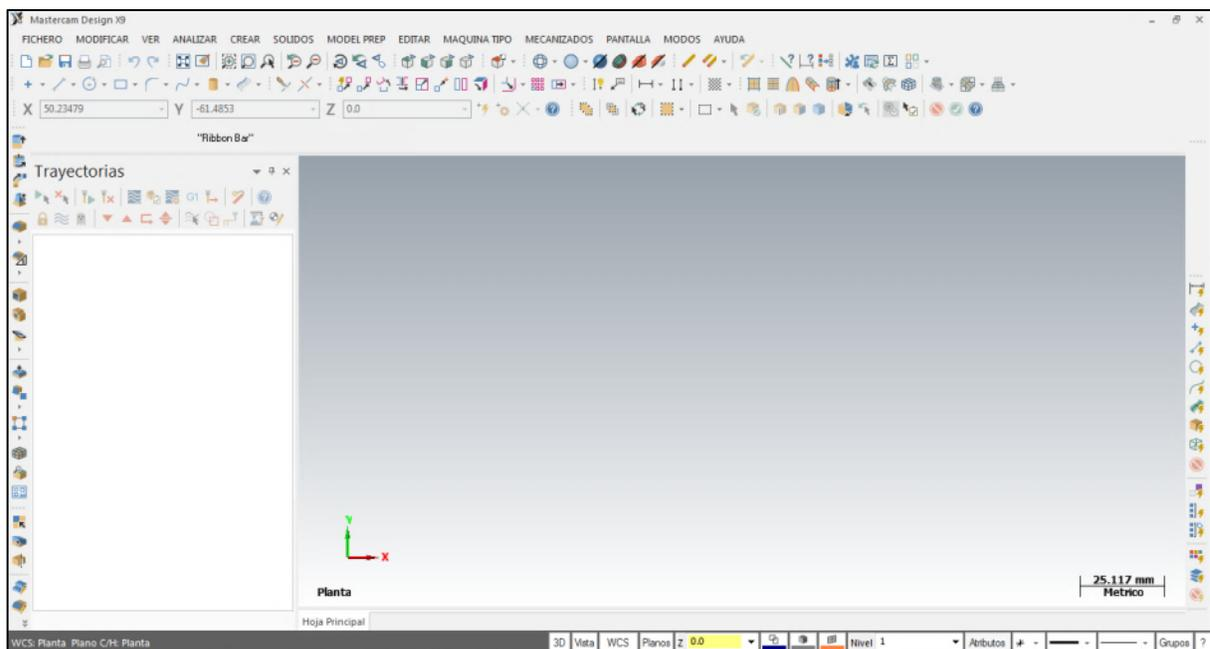

Figura 4.1 Pantalla de inicio.
Antes de comenzar a usar este programa primero se debe conocer el entorno de la primera pantalla que aparece al abrir el programa, ya que es importante tener un conocimiento de las funciones básicas y comandos que se muestran en esta primera pantalla (figura 4.1).
****NOTA:** En algunas ocasiones puede que no se muestre el apartado de **Trayectorias** o **Toolpaths** que se encuentra al lado izquierdo de la figura 4.1 esto se activa al seleccionar el tipo de máquina (más adelante se explicara con más detalle).